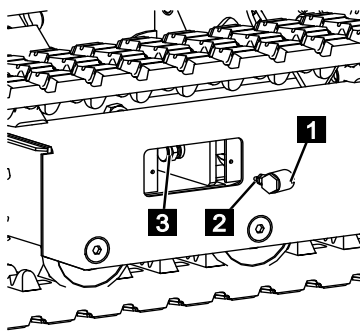

Fig. 232
4. Pousser l'accouplement coulissant (Fig.232/1) avec le graisseur (Fig.232/2)
en premier sur le vérin (Fig.232/3).